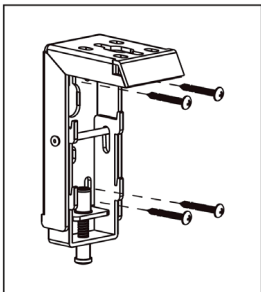

Abbildung 2
- 1. Montage an Tragwerken aus Holz:** Schrauben Sie die beiliegenden 5x40 mm Schrauben durch die Löcher der Winkel wie in Abb. 2 und 3 dargestellt.